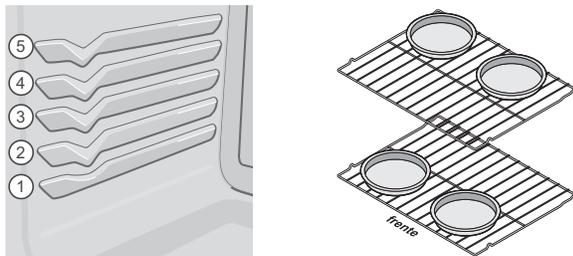

Figura 21: Posiciones de las parrillas y recomendaciones sobre el espacio adecuado entre los utensilios
- Para obtener los mejores resultados al hornear tortas usando dos parrillas para horno, coloque las parrillas en las posiciones 2 y 4. Cuando hornee usando dos parrillas de horno, coloque los utensilios como se muestra en Figura 21. Para una adecuada circulación del aire, deje al menos 2" (5 cm) alrededor de los utensilios.